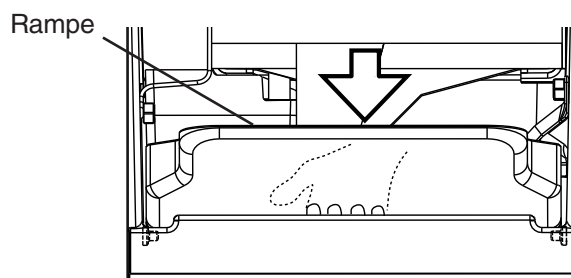

Fig. 47
17. Remettez la pente dans sa position correcte. Voir Fig. 47.